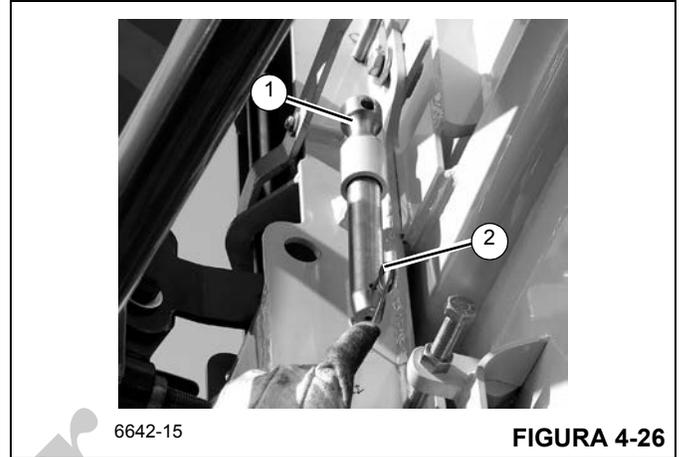

FIGURA 4-26
- 15. Almacene el pasador (1) (Figura 4-26) en el retenedor. Fije el pasador (1) con la pinza de retención (2).